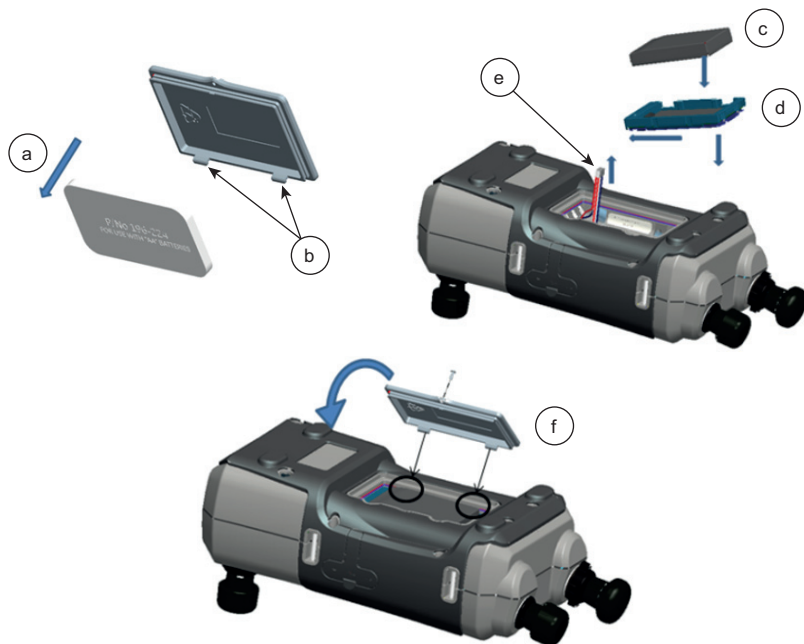

Рисунок 1-1: Установка блока перезаряжаемых батарей
6. Установите крышку батареи на место, вставив зажимы (b) в отверстия (f) и закрыв крышку, после чего затяните крепежный винт (см. Рисунок 1-1).